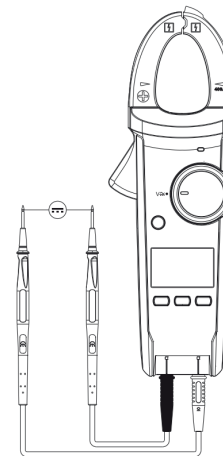

Рисунок 5
4. Измерение постоянного напряжения (рисунок 5)